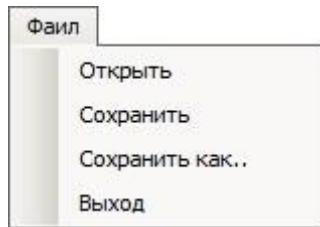

Рисунок 8.3 – Меню «Файл»
8.3 Меню «Файл» включает в себя следующие функции (рисунок 8.3)